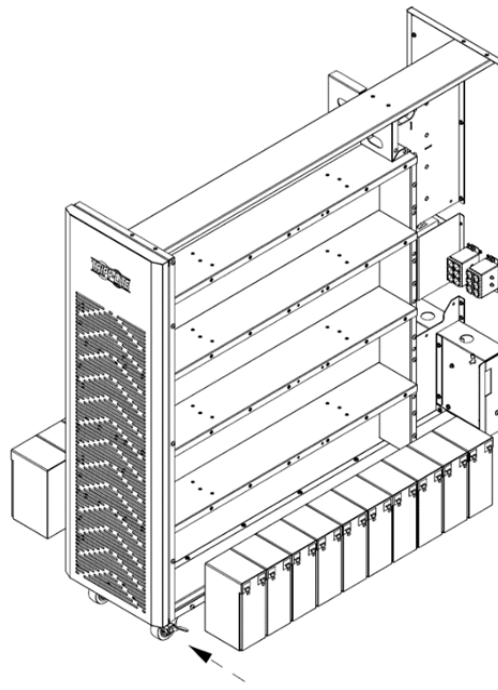

Figure 5-6B
6. Installer 10 autres modules de batteries dans la couche inférieure (L1-B, ensemble négatif du groupe 1). S'assurer de garder les côtés des bornes de toutes les batteries vers le haut (Figure 5-6B).